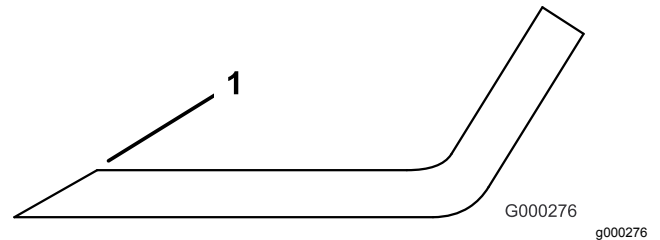

Figure 95
1. Au moyen d'une lime, aiguiser les tranchants à chaque bout de la lame (Figure 95). Veillez à conserver l'angle de coupe d'origine. Limez la même quantité de métal sur chacun des deux tranchants pour ne pas déséquilibrer la lame.